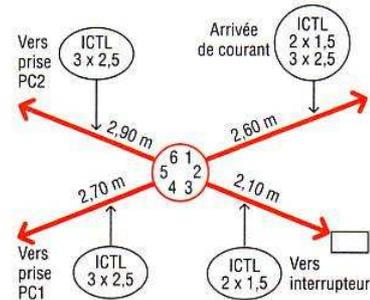

Fig. 10 : Schéma d'une pieuvre.
3.2. Confection de la pieuvre (fig. 10)